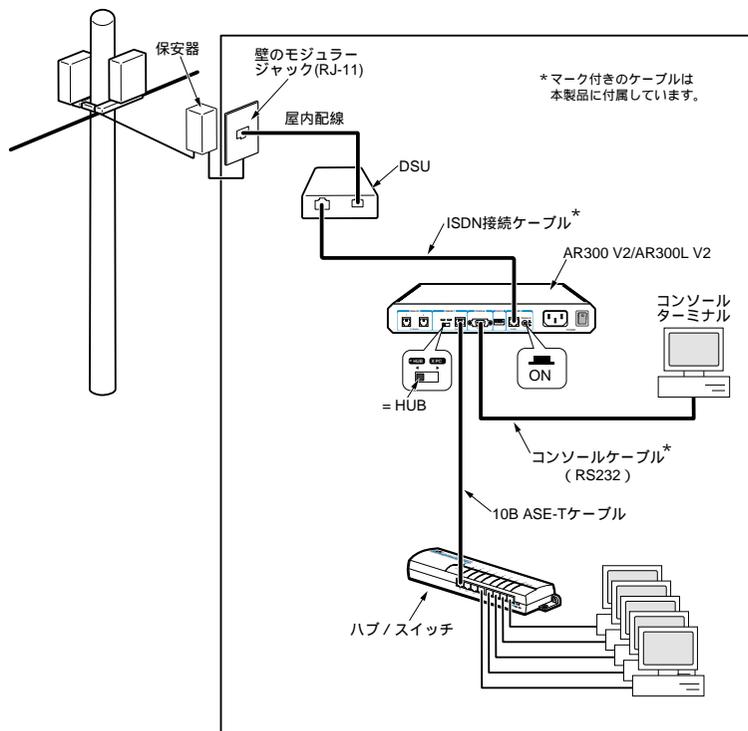

図 2.3.2 : 専用線またはフレームリレーにおける基本的な構成例
- ・ ユーザー通信機器を ISDN 接続ケーブルで DSU に直結する場合 (図 2.3.2)、本製品の終端抵抗スイッチを「ON」に設定してください。⁵